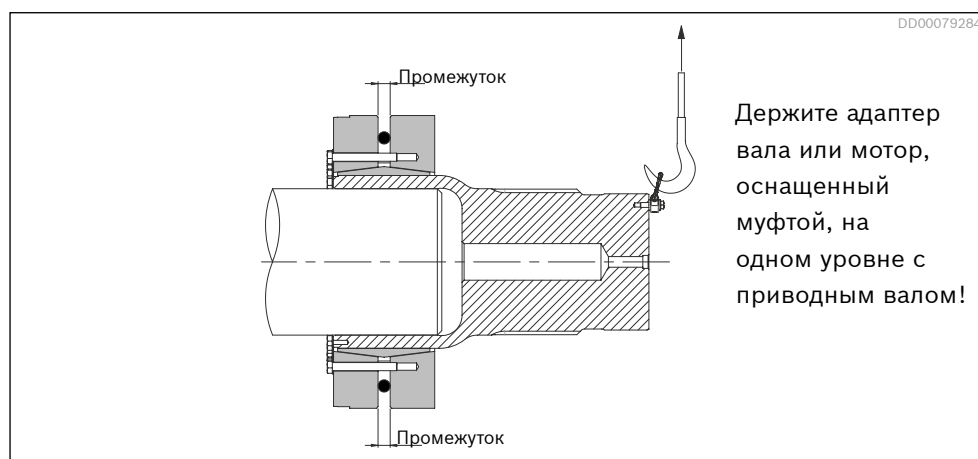

Рис. 38. Зазор между зажимными кольцами
2. Для устранения несоосности двух зажимных колец во время затяжки винтов необходимо измерять зазоры между кольцами в нескольких местах, см. *Рис. 38*. На любом этапе затяжки разница между различными замерами не должна превышать 1 мм (0,04 дюйма).